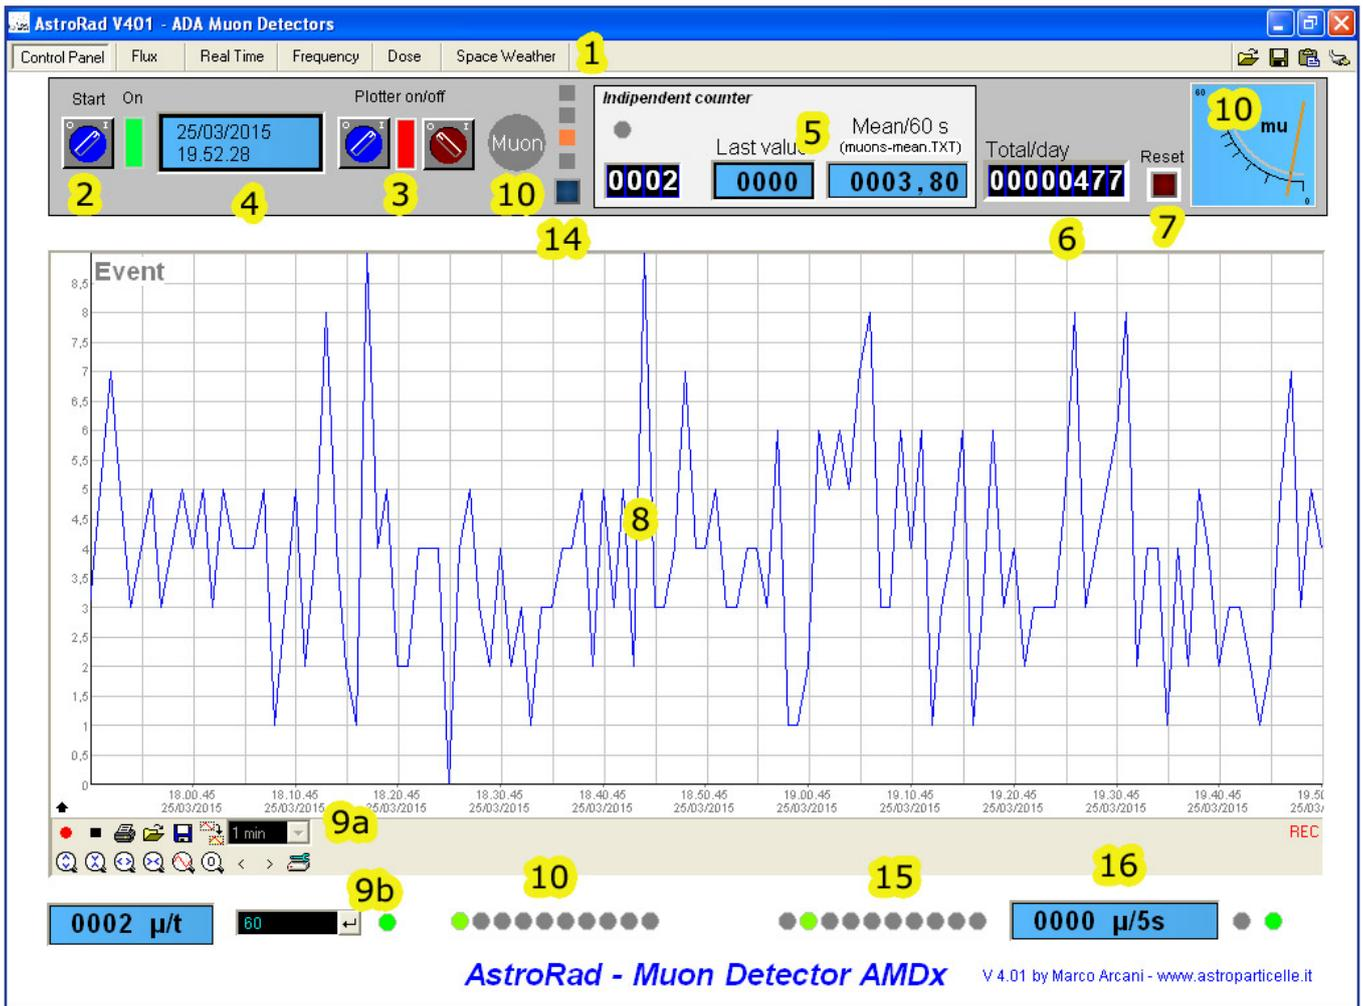

Figura 3
Se la porta è installata correttamente inizieranno a lampeggiare anche gli indicatori nella finestra del *software* (figura 3 e 4 - punti 10).
Il software è suddiviso in diverse schede: “**Control Panel**”, “**Flux**”, “**Real-Time**”, “**Frequency**”, “**Dose**” e “**Space Weather**” visibili nella barra in alto (figura 3-punto 1).
Per avviare la registrazione dei dati impostare su “I” il selettore blu *Start* (figura 3-punto 2), in questo modo il software attiva il contatore principale del flusso di particelle per tempo di campionamento. Questi dati vengono registrati sia nelle tabelle visibili nella scheda *Flux* che nei file *daily-data.txt* e *dd5sec.txt* che vengono scritti nella cartella : `c:\programmi\Astrorad_v302\Data`.
Per visualizzare un grafico in locale (figura 3-zona 8) selezionare su “I” il selettore blu *Plot* (figura 3-punto 3), inizierà la stampa del grafico a video (occorre qualche minuto), per fermare il grafico riportare su “0” il selettore blu e impostare su “I” il selettore rosso³. Il plotter è provvisto di diverse opzioni dove è possibile salvare o visualizzare i grafici salvati.
Il conteggio del rivelatore può essere fatto partire anche automaticamente tramite il timer/orologio (figura 3-punto 4), presente sempre nella scheda *Control Panel*; facendo doppio click sul timer stesso appare la finestra di dialogo relativa (in pratica il *timer* sostituisce il selettore *start*).
La sezione 5 di figura 3 è un contatore indipendente che fa il conteggio del flusso al minuto e la media aritmetica degli ultimi 5 minuti, esso è relativo ai file: *muons-mean.txt*, *time.txt* e *mobilaver.txt*.
Il contatore 6 di figura 3 conta gli eventi totali al giorno o da quando viene acceso lo strumento esso è azzerabile tramite il pulsante *reset* (7), inoltre si azzerava automaticamente ogni giorno alle 00.00.
Con la versione 3.02 è stato introdotto un contatore supplementare con base dei tempi fissa a 5 secondi (figura 3-punto 15 e 16), questo serve per un’analisi più accurata dei dati nel caso di eventi coincidenti tra più rivelatori. Il contatore genera il file *dd5sec.txt* che per ora non viene inviato su *server* ma rimane archiviato nella cartella “Data”.
Oltre che dai segnali luminosi, il passaggio delle particelle può essere segnalato tramite un segnale sonoro selezionabile attraverso il pulsante 14 (figura 3).
La tabella 25 registra: il numero sequenziale dell'evento registrato dal contatore 6 (figura 3), il valore in Hz e secondi dell'intervallo tra le ultime due particelle, il numero di particelle (per questioni tecniche a